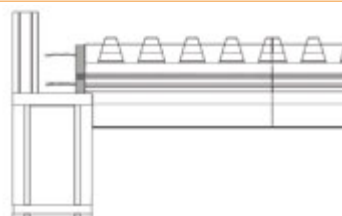

Figure 4
- L'entrevous opposé est découpé pour réaliser un appui sur le mur d'une profondeur au moins égale à 2 cm (Figure 4)
- En l'absence d'Ecorupteur ou d'Ecorefend, l'entrevous opposé est découpé pour réaliser un appui sur le mur d'une profondeur au moins égale à 2 cm (Figure 4)